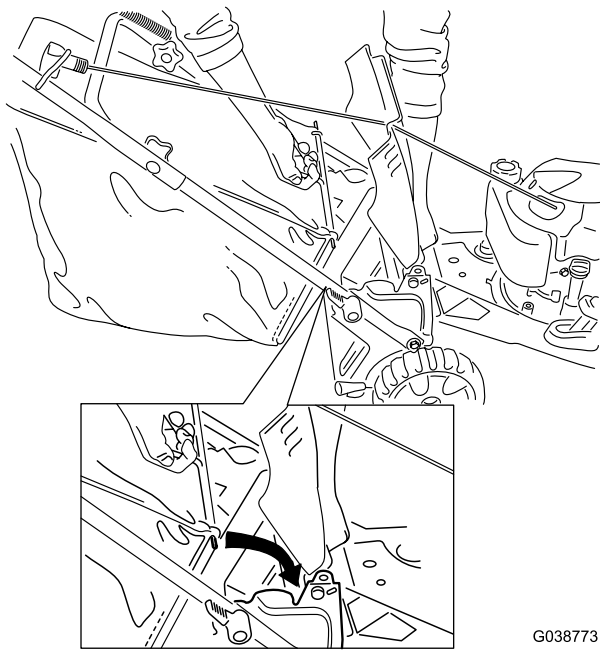

Bild 19
2. Halten Sie das Heckablenkblech hoch, setzen Sie den Fangkorb in die Kerben ein und senken das Heckablenkblech ab (Bild 19).